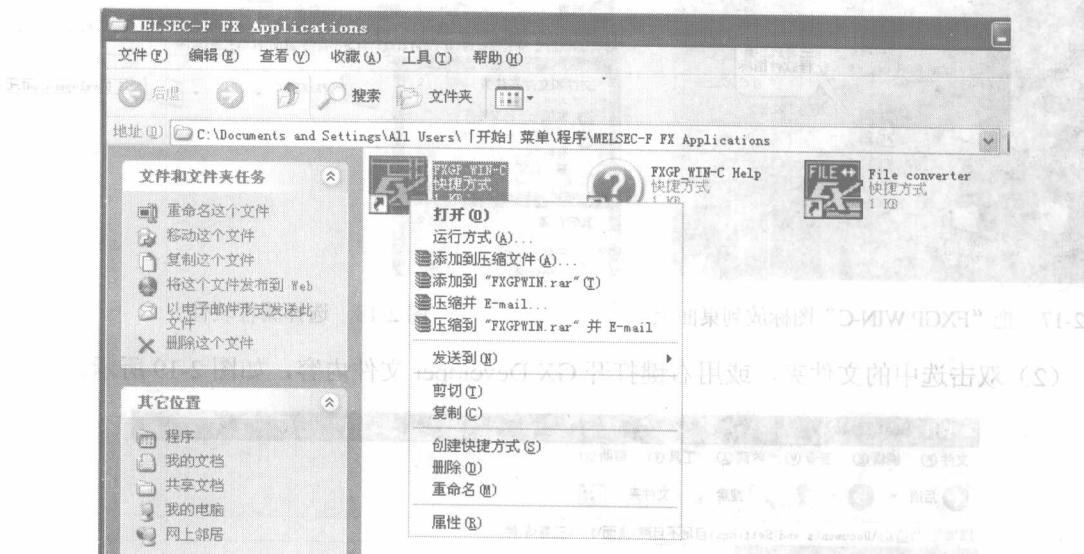

图 2-15 选中 “FXGP_WIN-C” 图标
(14) 在图 2-15 中, 选中 “FXGP_WIN-C” 图标, 然后点击鼠标右键, 点击下拉菜单中的“发送到 (N)”。